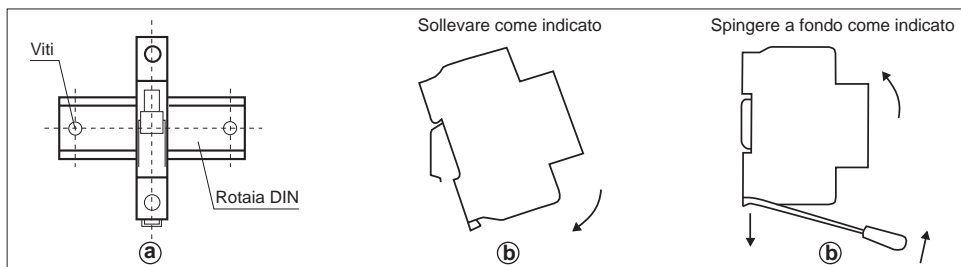

Figura 2
15. Per inserire l'interruttore nella ROTAIA DIN vedi Figura 2.